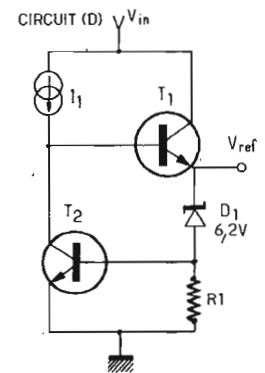

FIG. 6.
La somme de référence V_{REF} est réalisée par l'ensemble D_2 , Q_6 , Q_4 , Q_5 et la source Q_3 selon le principe du circuit (D) (voir fig. 6).